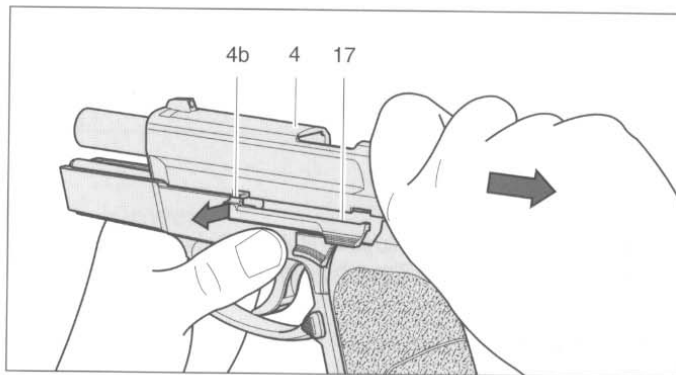

Abb. 9
4. Mit der rechten Hand Griff- und Verschlussstück umfassen, Verschlussfanghebel **17** leicht zurückziehen, damit der Verschluss **4** leicht zurückziehen kann. Anschliessend Verschluss **4** ca. 3 mm nach vorne gleiten lassen, bis die Aussparung **4b** am Verschluss **4** mit der Nase am Verschlussfanghebel **17** übereinstimmt. Verschlussfanghebel **17** von rechts eindrücken und von links herausziehen (Abb. 9).